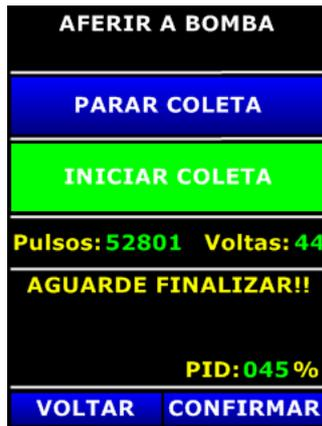

Figura 5
Após a apresentação da Figura 4, deve-se selecionar no display o item “AFERIR A BOMBA” e confirmar essa seleção tocando no botão “CONFIRMA” e será apresentado a tela da Figura 5.
Na tela da Figura 5, o equipamento aguarda o operador instalar o tubo, caso este ainda não esteja no cabeçote (item 7).